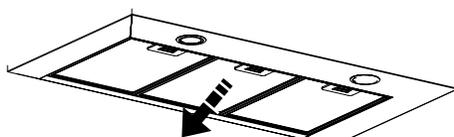

Fig. 1
Desmontagem do filtro cassete (fig. 1).
- Retire o filtro cassete, desencaixando-o (fig. 1).
Qualquer intervenção no seu aparelho deve ser realizada pelo seu revendedor ou por outro profissional qualificado autorizado pela marca. Ao chamá-los, indique a referência completa do seu aparelho (modelo, tipo e número de série). Estas informações figuram na placa de identificação fixada no aparelho (Fig.1).